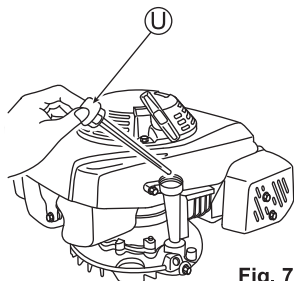

Fig. 7
1. Enlevez le bouchon du réservoir à huile (U), sortez l'indicateur de niveau d'huile, et insérez-le sans le visser. (Voir Fig. 7)
2. Enlevez le bouchon du réservoir à huile (U), et vérifiez que le niveau d'huile se trouve bien entre les limites supérieure et inférieure de l'indicateur de niveau d'huile.
4. Refermez bien le bouchon du réservoir à huile (U) après vérification.